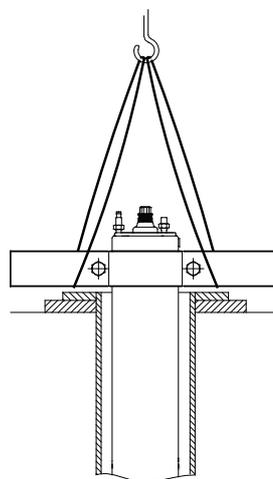

Рис. 18 Электродвигатель в вертикальном положении
2. Поставьте электродвигатель в вертикальное положение в отверстии скважины, см. рис. 18.